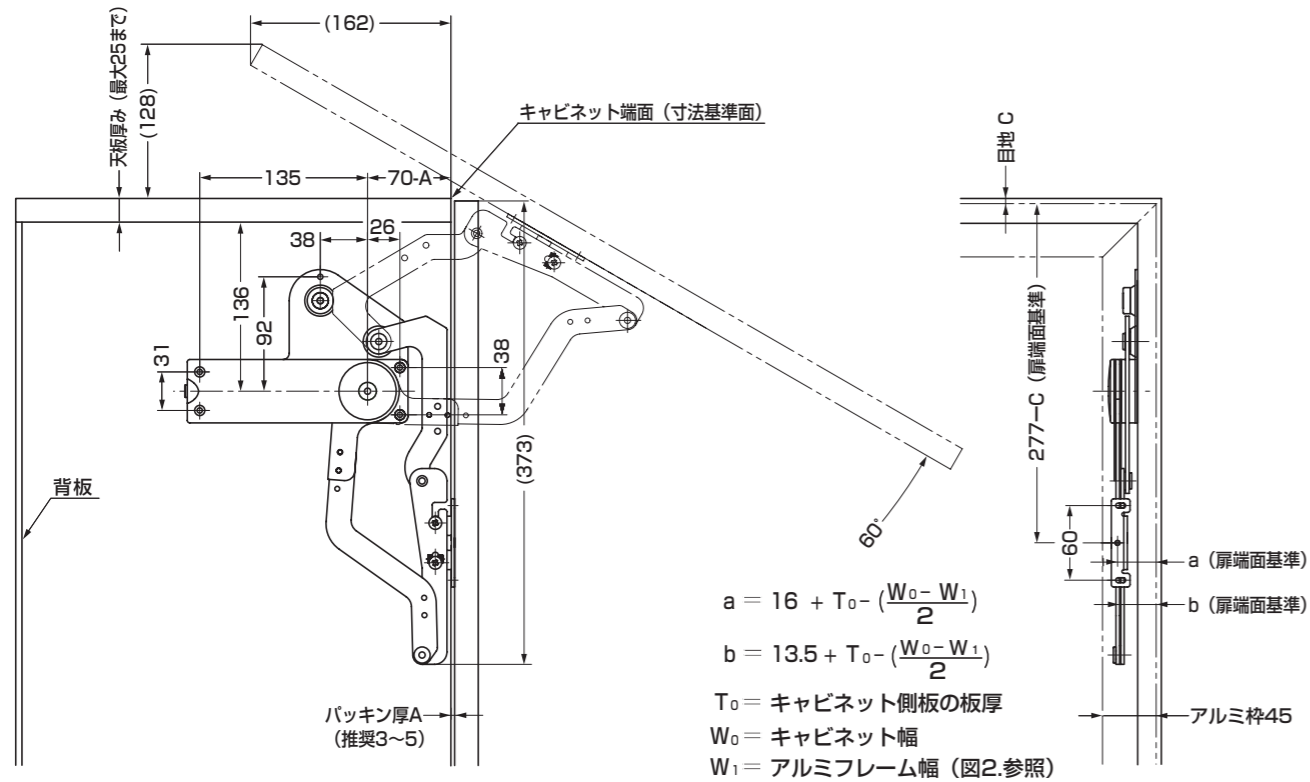

図 3. 45mm 幅アルミ枠、木扉取付寸法図
手順 1 EZ-SLU 本体①をキャビネット内側の規定位置に合わせ (取付寸法は図 3, 4 をご参照ください。) 左用、右用共に付属のバインドタッピンねじ 3.5 × 15 ③ で ※ A 部以外の箇所を固定します。
手順 3 SLUH-SZ ④ を扉裏面の規定位置 (図 3. 参照) に、付属のバインドタッピンねじ 3.5 × 15 ⑥ で確実に固定します。(図 6.) 扉に取り付けた座金の上側ねじ穴にバインドねじ M5 × 10 ⑤ を左右ともに仮止めします。(図 6.)